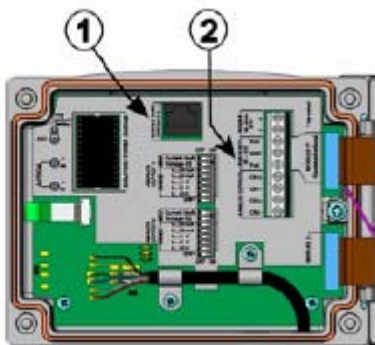

图46 主板上的服务端口接头和用户端口端子
1.用接线电缆连接计算机串口和DMT340服务端口，参阅46页图46。
数字对应上图46:
- 1.用串口电缆（可选附件，订货代码19446ZZ）把计算机串口和主板上的服务 端口连接起来，注意上图46。